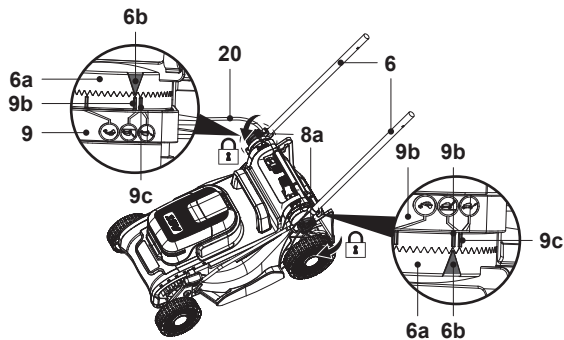

Fig. 2
3. Alinhe o triângulo de indicação (6b) na placa seletora (6a) com um dos indicadores de altura da pega (9b/9c) no suporte da pega (9) e, em seguida, fixe o guiador inferior (6) apertando o botão de bloqueio (8a) (Fig. 2).
4. Repita a montagem acima no outro guiador inferior (6).
5. Certifique-se de que os dois guidadores inferiores (6) estão montados à mesma altura em ambos os lados.
6. Certifique-se de que o cabo de controlo (20) percorre a parte superior do guidador inferior (6).